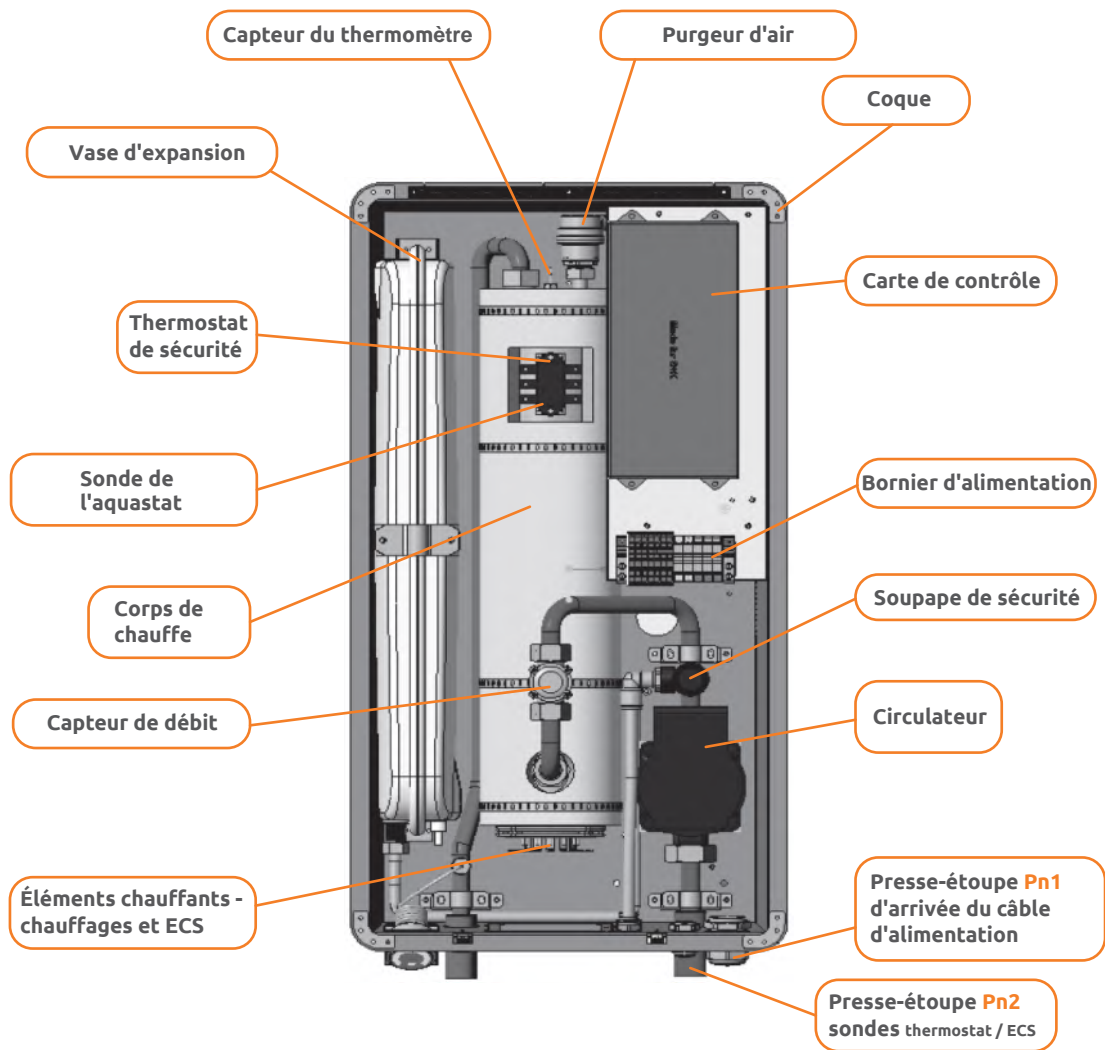

Figure 1 - Pièces détachées de la chaudière
4.3 Le dispositif de la chaudière est représenté sur les figures 1 et 2.